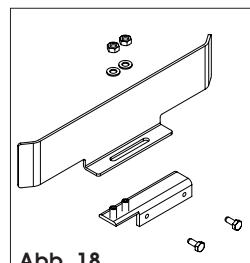

Abb. 18
- 1) Die beiden geförmten Feinbleche auf den beiden U-förmigen Haltern mit den Unterlegscheiben und Muttern aus dem Lieferumfang montieren und befestigen, wie in Abb. 18 gezeigt.